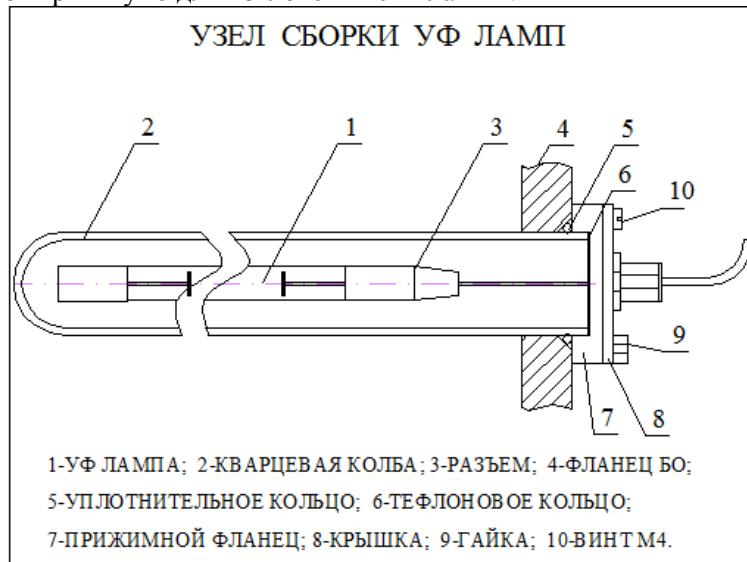

Рис. 2 Узел сборки ламп
4.2. На рис.2 представлен узел сборки УФ ламп. Гидроизоляцию кварцевого кожуха -2 в корпусе БО обеспечивает уплотнительная прокладка круглого сечения 5, поджатая с помощью трех гаек -9 фланцем 7. Винты -10 прижимают крышку -8 для извлечения УФ лампы.
6.4. При обнаружении протечки подожмите уплотнительную прокладку (5 на рис.2).